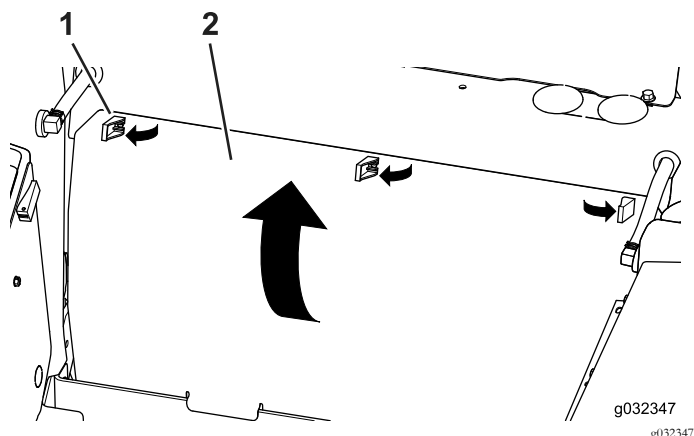

Figura 7
2. Abra os 3 trincos e retire o painel traseiro (Figura 7).